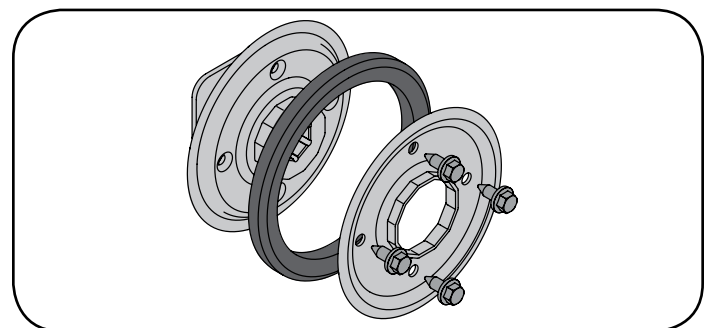

Figura 64
1. Saque los cuatro tornillos de mantienen unidas las placas laterales de la rueda de fricción. Vea la Figura 64.